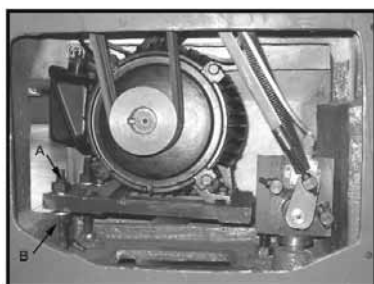

Fig. 20
3. Lossa insexskruven (A, fig. 20). Lägga en träklots som kan användas som hävarm under motorn. Lyft upp motorn och blocket tillfälligt.
6. Spänn remmarna genom att lossa skruven (B, fig. 20) och dra åt skruven (A, Fig. 20) till dess att de går att trycka in remmarna knappt 2 cm (3/4").